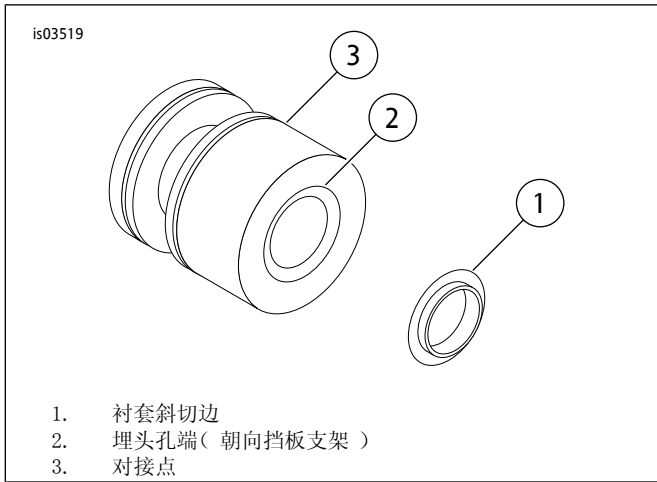
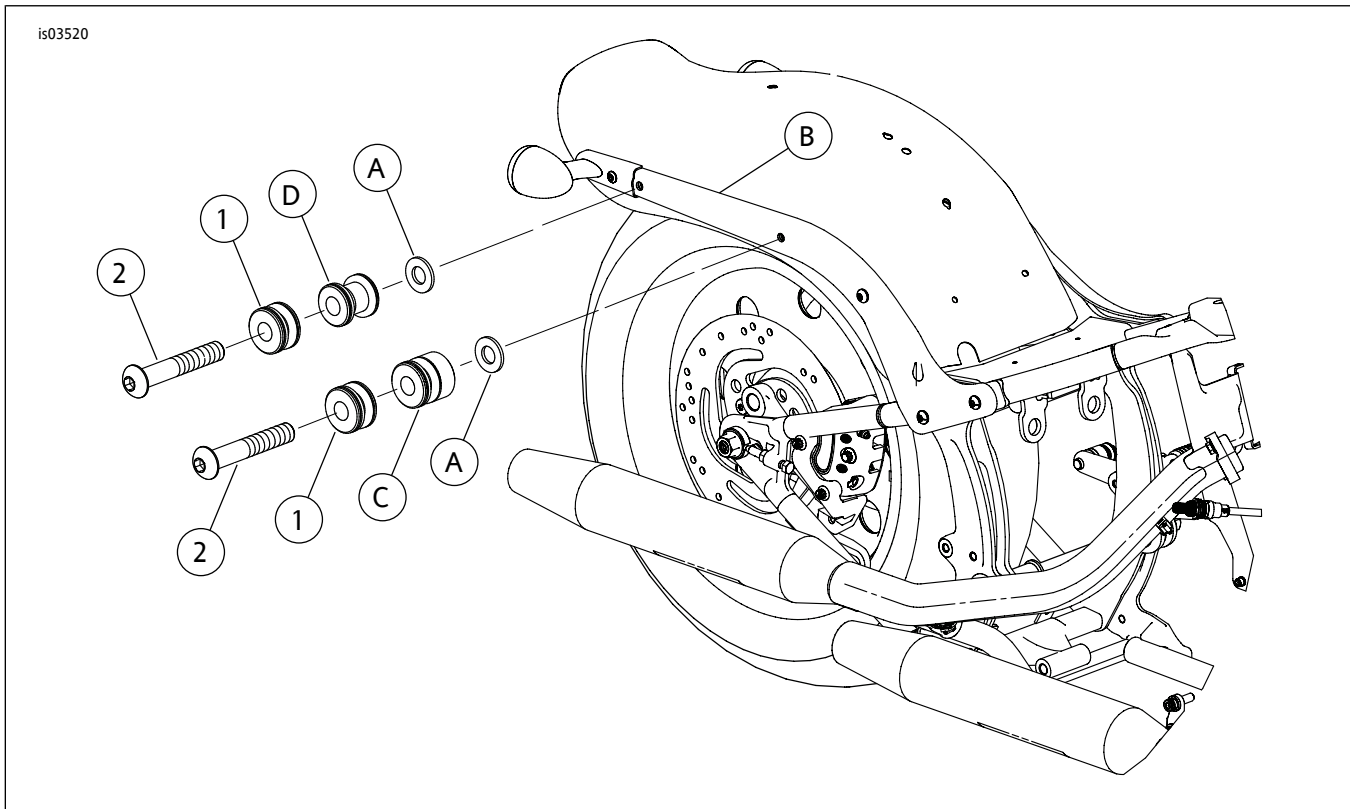

图3。对接点和衬套
图4。维修零件：软尾可拆卸式边箱对接五金套件
参见图4和表1。
3. 参见图4。将衬套( A )置于每个挡板支架( B )孔中。衬套斜切边( 图3：项目1 )朝向挡板外侧。
4. 安装前后对接点( C、D )。对于每个对接点，放置时使对接点埋头孔侧与衬套结合( 图3：项目2 )。